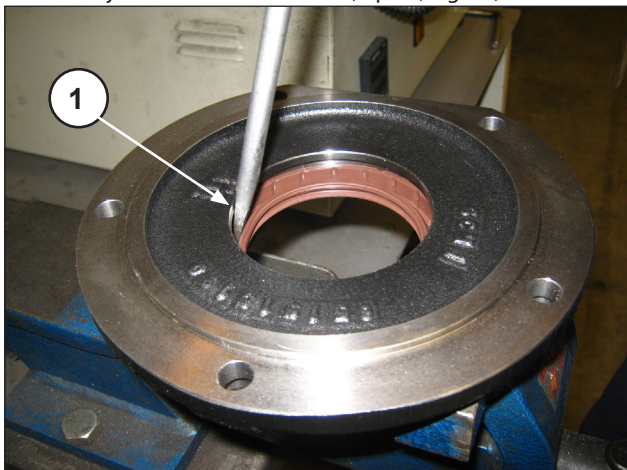

Fig. 11
Extraire le joint d'étanchéité radial (rep. ①, Fig. 11).